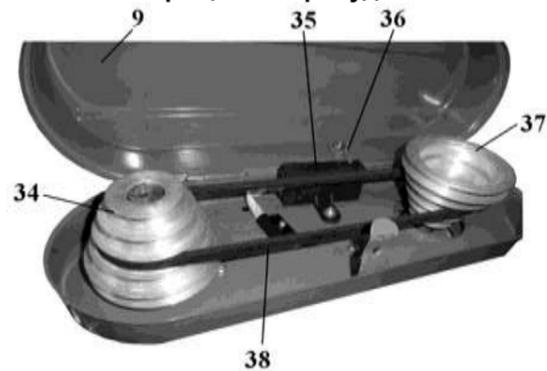
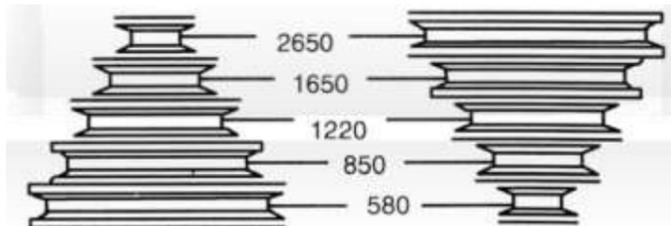
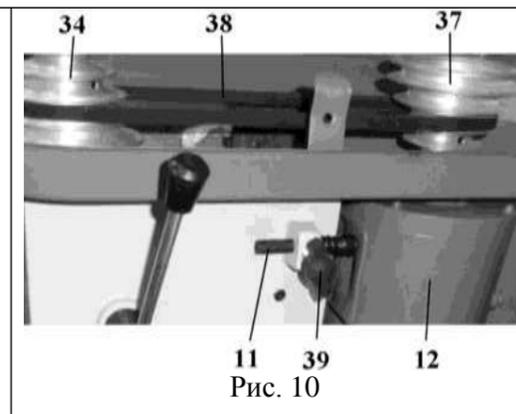

Рис. 8
Рис. 9
Рис. 10
- 10.8. Скорость вращения шпинделя регулируется изменением положения клинового ремня (38) на ручьях шкивов (34 и 37), Рис.8, 9. Можно установить 5 режимов частоты вращения шпинделя, Рис.9. Для изменения режима вращения шпинделя предварительно следует ослабить натяжение клинового ремня (38), Рис.8. Для этого необходимо ослабить винт фиксации (39), Рис.10. Переместите электродвигатель (12) со шкивом (37) в направлении шкива (34), так как на оси (11) установлена пружина; положение зафиксируйте винтом фиксации (39), Рис.10. В соответствии с намеченной операцией и согласно таблице 2 и Рис. 9 необходимо установить ремень (38) на ручьях шкивов (34 и 37), Рис.8 -10.
- Натяните клиновой ремень (38), для чего переместите электродвигатель (12) со шкивом (37) в направлении натяжения клинового ремня (38); положение надёжно зафиксируйте винтом фиксации (39).**